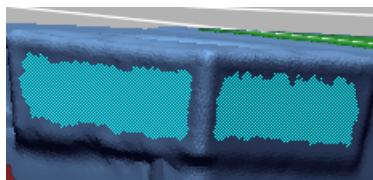
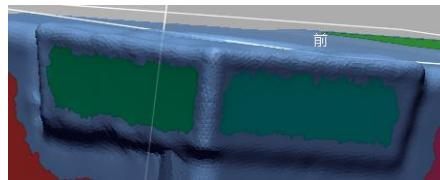

图 4.52 选择的区域
图 4.53 创建的领域
1) 点击上方工具栏延长至近似部分图标 ，选择如图 4.52 所示区域，点击菜单栏领域>插入，创建如图 4.53 领域。